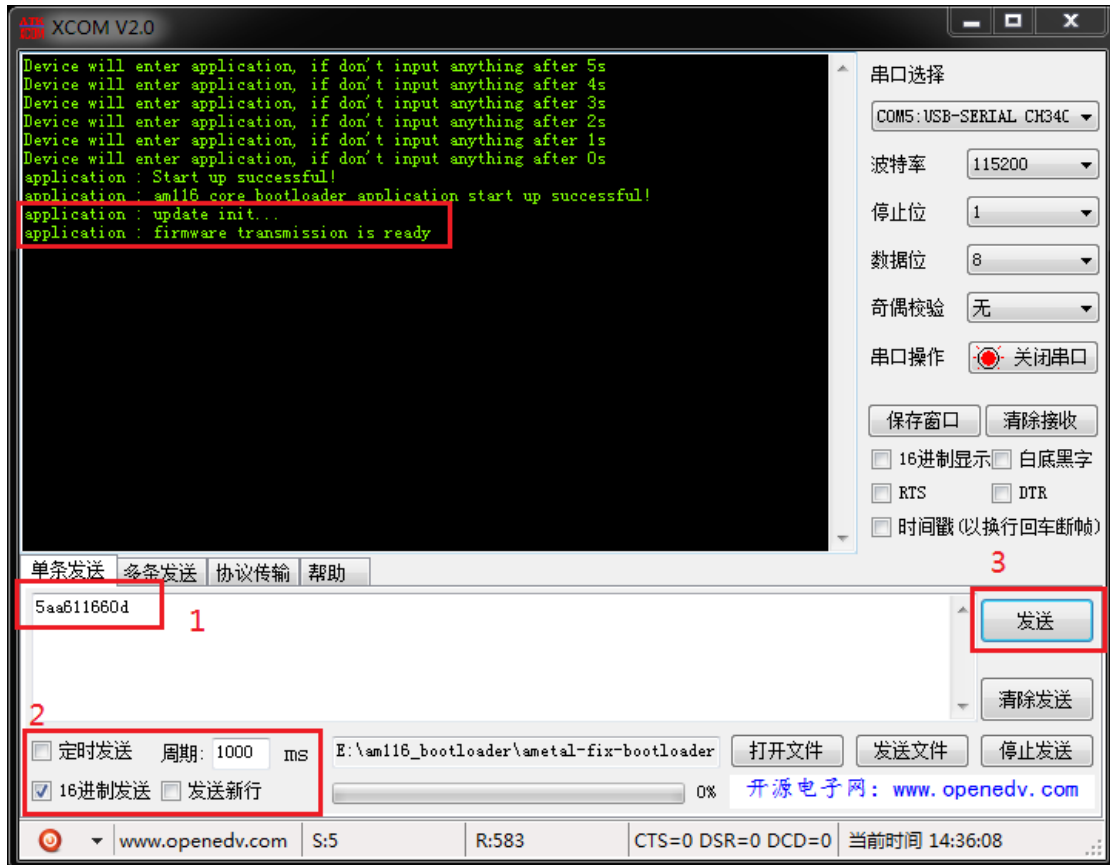
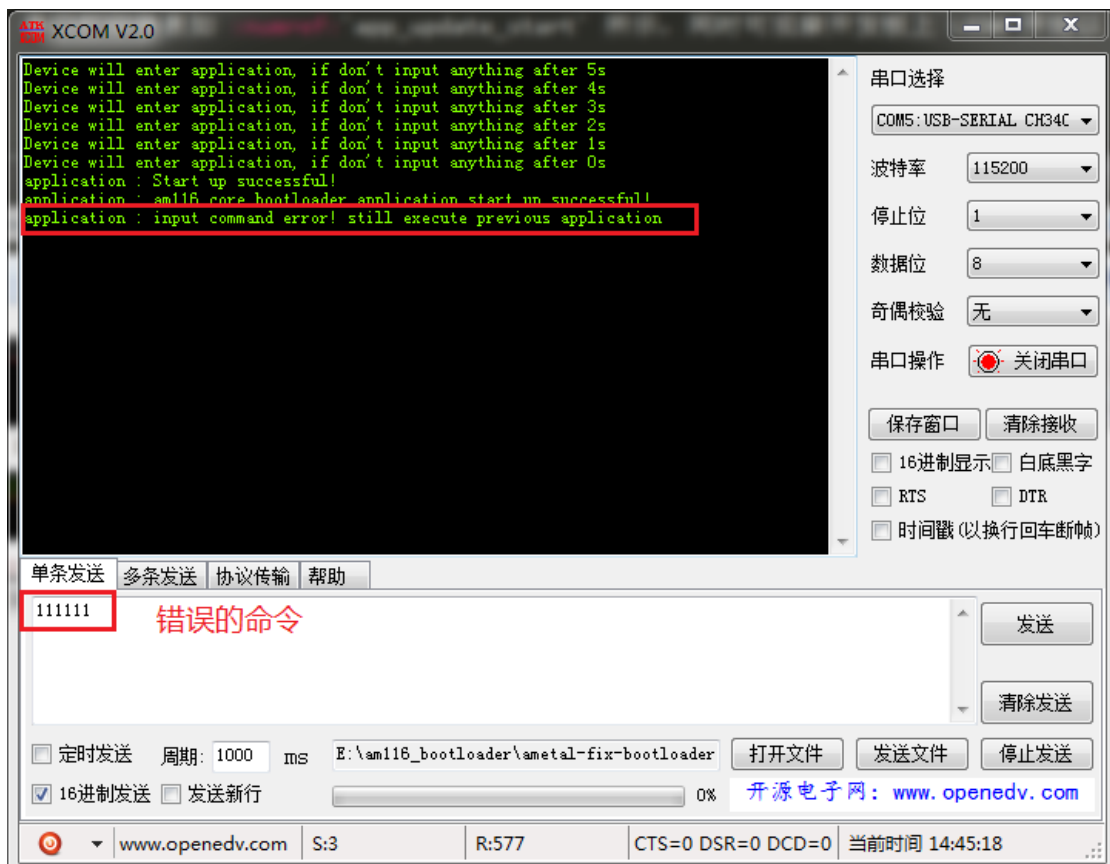

图 22: 向应用程序发送命令
图 23: 命令输入错误
发送时注意选择 16 进制发送，具体操作如图 22 所示，命令发送成功后，串口助手打印出“application : update init...”和“application : firmware transmission is ready”。如果命令发送错误，串口助手会打印出“application : input command error! still execute previous application”，应用程序继续运行，需要重新发送正确的命令，如图 23 所示。
3、发送固件，发送固件的方式同本地升级相似，当串口助手接收到应用程序的打印信息“application : firmware transmission is ready”时，表明应用程序接收工作已准备就绪，此时可以利用串口助手发送固件。打开待发送的固件并发送，如图 23 所示。